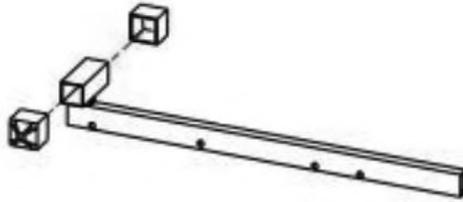

Figure 24
- Fixer les embouts sur la rampe comme indiqué à la Fig. 24.